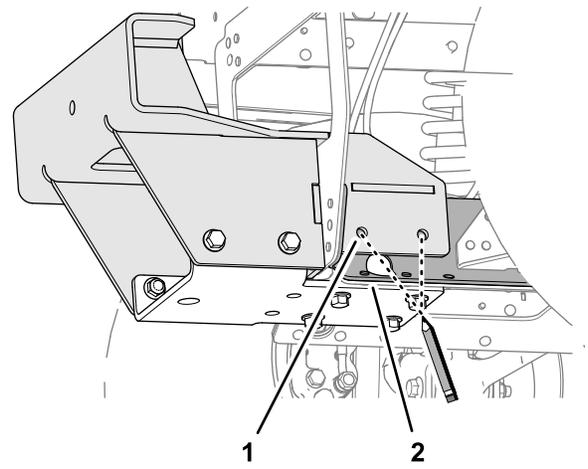
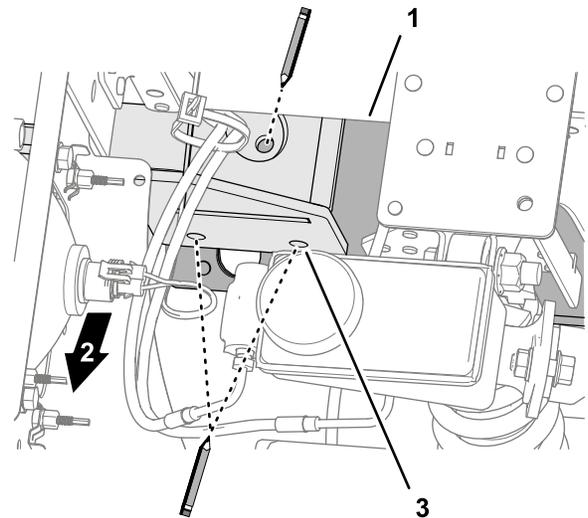
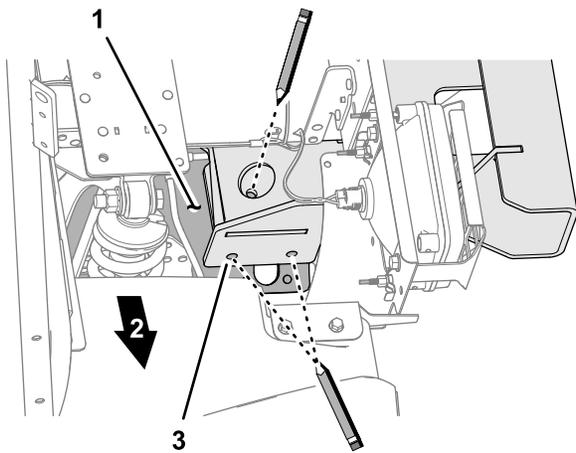

図 53
図 54
図 55
- 図53, 図54, および図55に示すように、ボトムブラケットの6つの穴位置をセンターチャンネルプレート上にマークする。